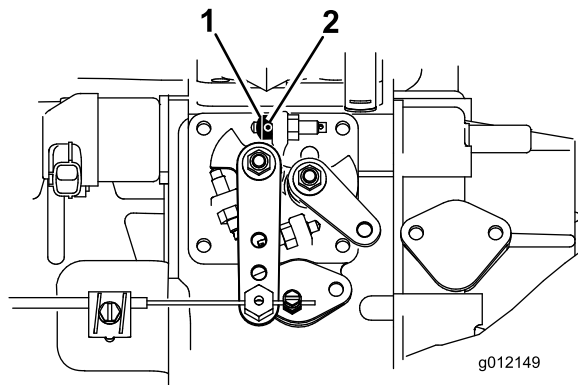

図 6
1. スロットルストップについている固定ねじをゆるめる 図 6。
2. スロットルストップを、ハイアイドルねじに当たるまで寄せる 図 6。スロットルストップの面取りされている端部が外側を向くようにする。